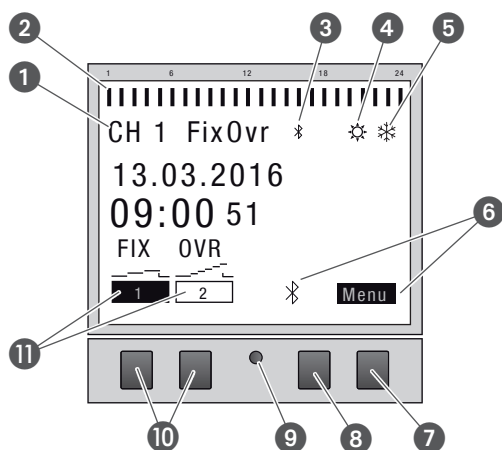

Fig. 2: Structure de l'écran
- ② Commutations programmées
- ③ Bluetooth
- ④ Heure d'été
- ⑤ Heure d'hiver
- ⑥ Affichage des fonctions des touches droites
- ⑦ Touche Menu
- ⑧ Touche Bluetooth
- ⑨ Touche de réinitialisation
- ⑩ Touches gauches
- ⑪ Affichage des fonctions des touches gauches
### Affichage des fonctions des deux touches droites (Fig. 2/⑦ + ⑧)
## Affichage des fonctions des deux touches gauches (Fig. 2/10)
La structure des menus s'affiche à l'écran une fois la touche Menu actionnée (Fig. 2/7).